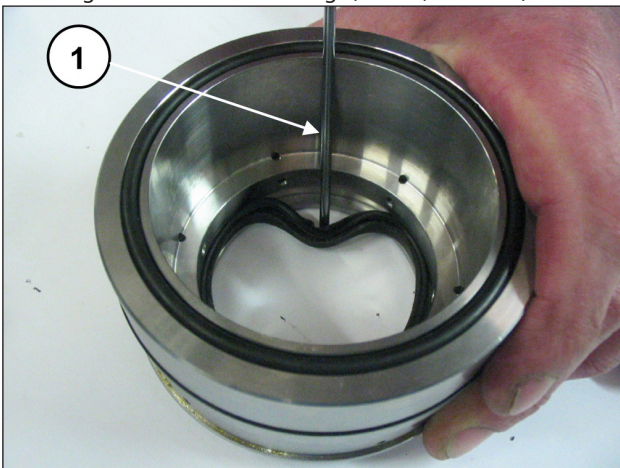

Abb. 163
Zur Abnahme der ND-Dichtung müssen Sie eine Fühlerlehre oder ein ähnliches Werkzeug verwenden, das den Sitz des Dichtungshalters nicht beschädigt (Pos. ①, Abb. 163).